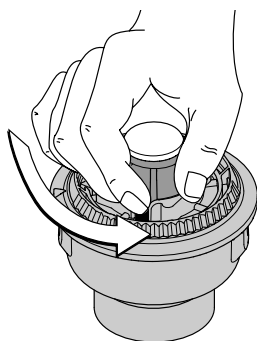

Fig. 49
- Tenez la bobine extérieure et dévissez le bouton de butée à gauche (Fig. 49).